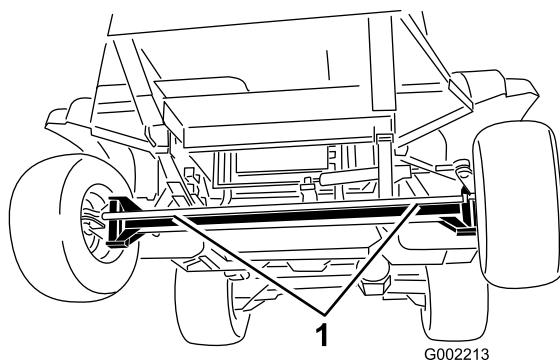

Figure 28
2. Accrochez un câble de remorquage au cadre. Reportez-vous aux points de remorquage avant et arrière dans les Figure 28 et Figure 29.